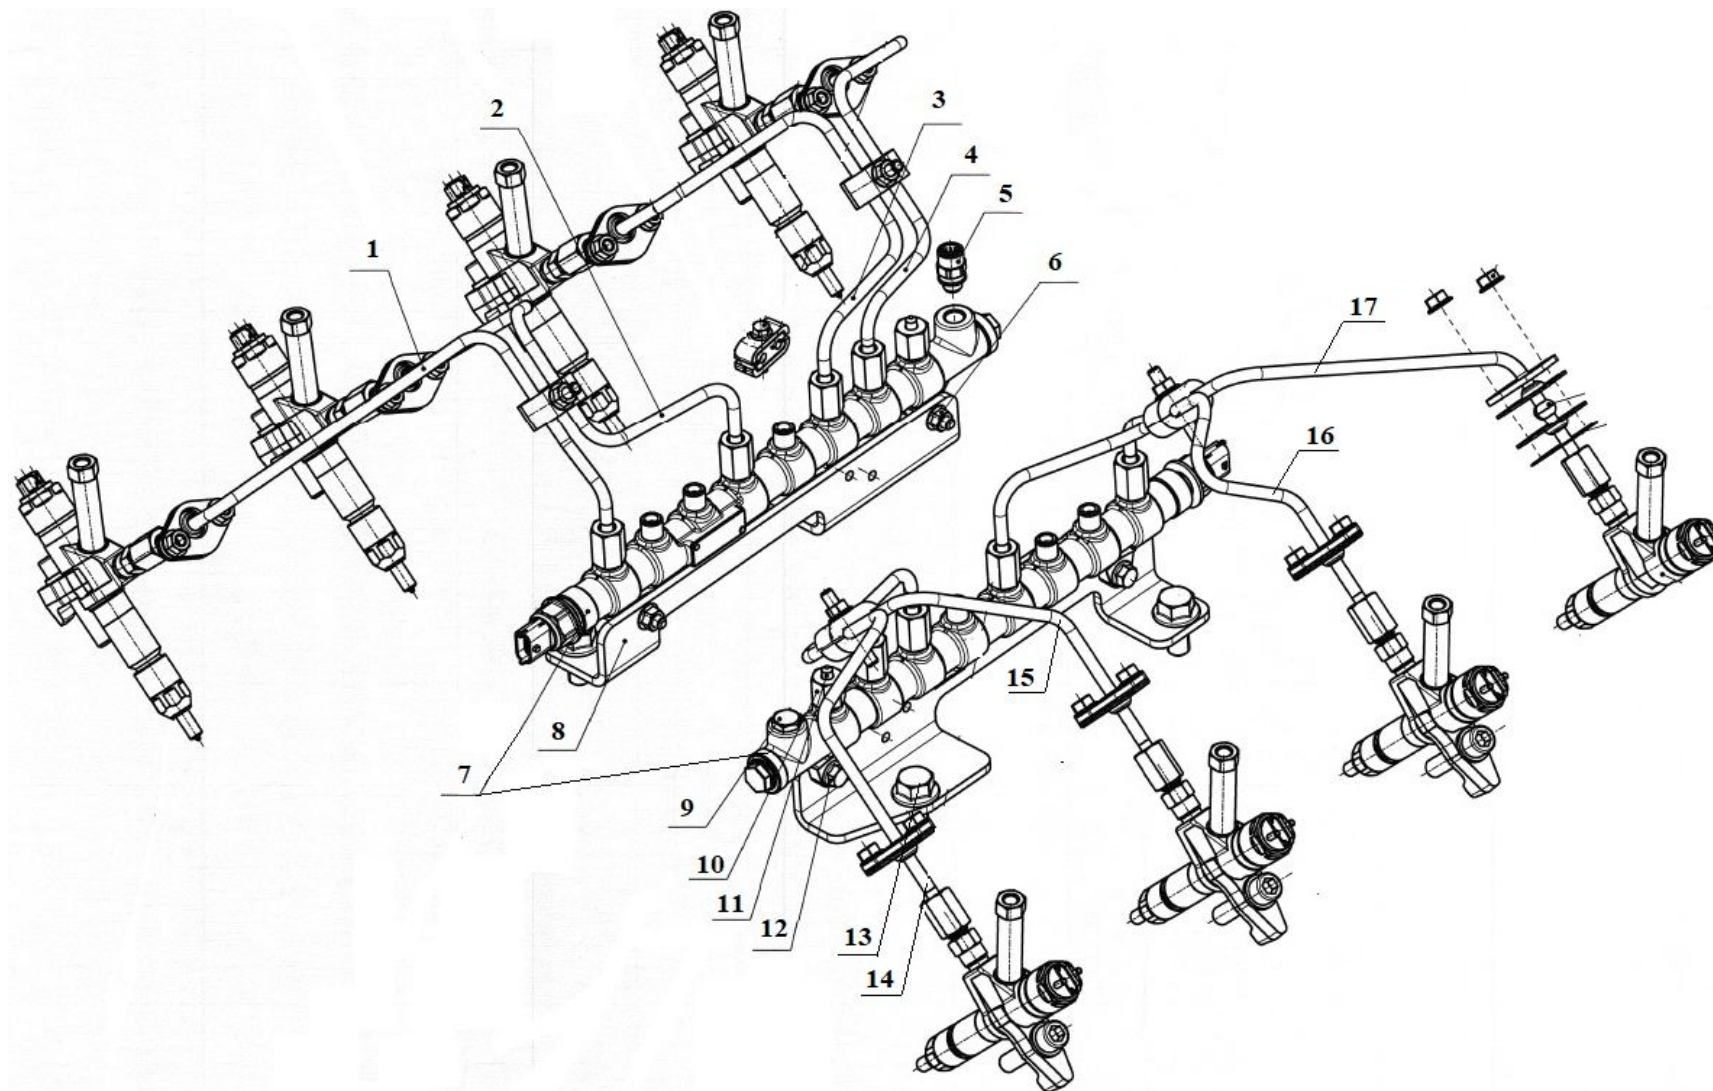

Рис. 1. Установка кронштейнов, рамп и трубок высокого давления
2. Фитинг прямой 651.1104282-10 (Рис. 1 п.5) – от 18 до 22 Нм
3. Пробка 316182-П29 (Рис. 1 п.9) – от 39,2 до 54,92 Нм
4. Гайка соединительная 314721-П29 (Рис. 1 п.10) - от 40 до 45 Нм
5. Гайка 8.9301 (Рис. 1 п.6) – от 21,57 до 24,54 Нм
6. Болт 9.1339 (Рис. 1 п.13) – от 108 до 157 Нм